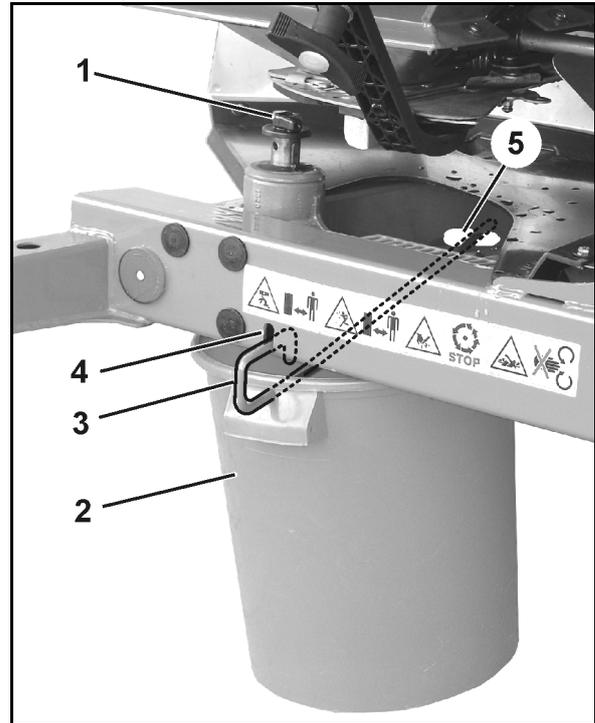

Fig. 49
Dévisser la vis à ailette (Fig. 49/1) servant à fixer le disque d'épandage et retirer le disque d'épandage de l'arbre de transmission.
- Accrocher l'auget d'étalonnage (Fig. 49/2) avec l'étrier (Fig. 49/3) dans les logements (Fig. 49/4 et Fig. 49/5) situés sur le bâti.